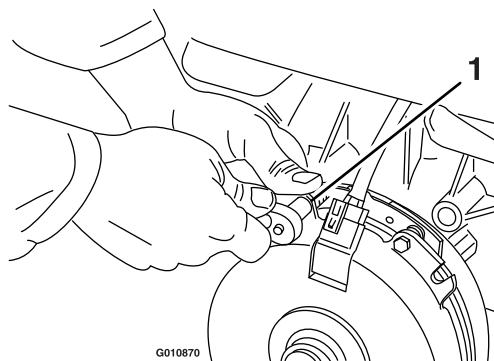

Figure 65
- A. Desserrez les boulons de fixation du frein de $\frac{1}{2}$ tour à 1 tour, comme montré à la Figure 65.